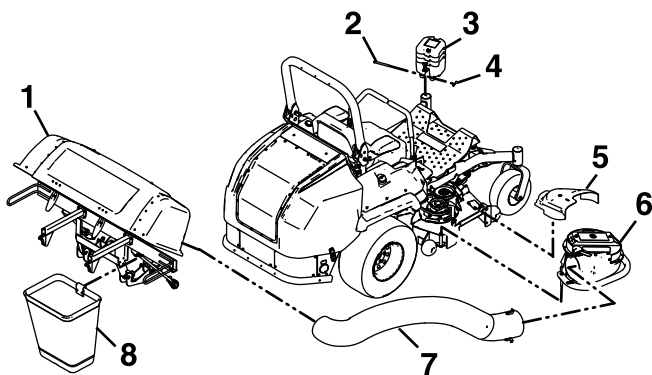

Figure 25
6. Enlevez le tube d'éjection en desserrant les verrous sur le ventilateur. Retirez le tube de la sortie du ventilateur et dégagez l'extrémité supérieure de la trémie (Figure 25).